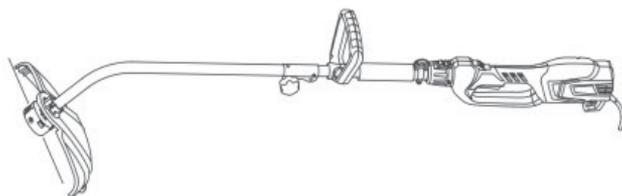

Fig. 12
1. Régler l'angle de la tête de désherbage en fonction de l'utilisation prévue (Fig. 12).